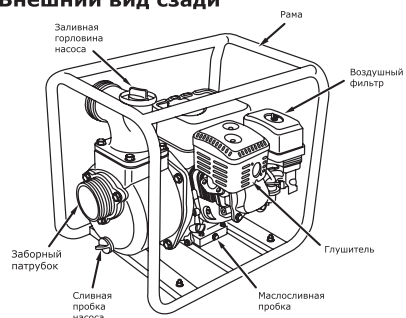

Рис. 2
- слейте воду из корпуса мотопомпы через сливную пробку (рис. 2).